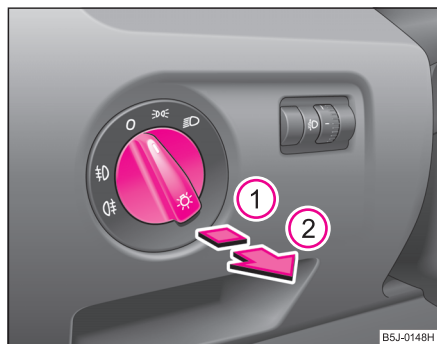

Abb. 36 Schalttafel:
⇒ Abb. 36.
- Drehen Sie zunächst den Lichtschalter in die Position ☾ oder ☾ → Seite 60, Abb. 36.
- Ziehen Sie den Lichtschalter bis zur **zweiten** Raste ② heraus. Gleichzeitig leuchten auch die Nebelscheinwerfer\*.